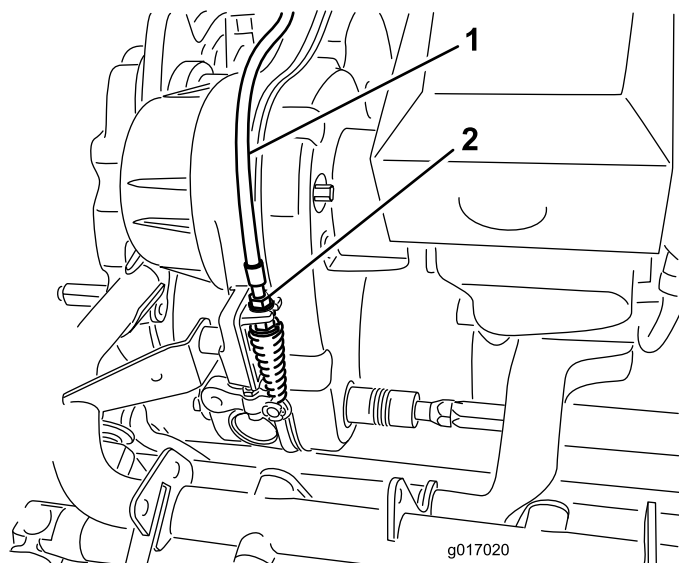

Figura 51
2. En el soporte de pasamuros de la transmisión, ajuste el cable de control del molinete (Figura 51), para obtener una longitud de 70,6 a 72,4 mm (2,78 a 2,85 pulgadas).